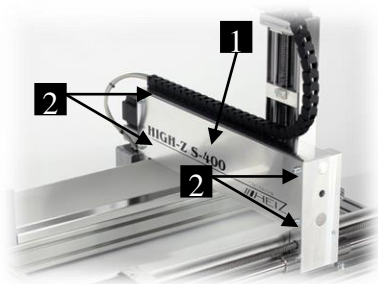

Abb. 29: Abdeckung Y-Achse
- 3 Vier Schrauben (Abb. 29 /2) lösen und entfernen.
- 4 Abdeckung (Abb. 29 /1) an der Y- Achse entfernen.